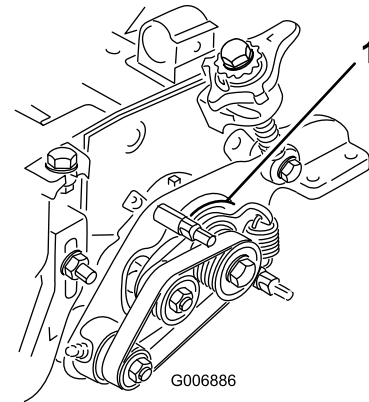

Figura 49
6. Asegúrese de que el casquillo principal de transmisión (Figura 49) pivote libremente alrededor del cubo de transmisión.